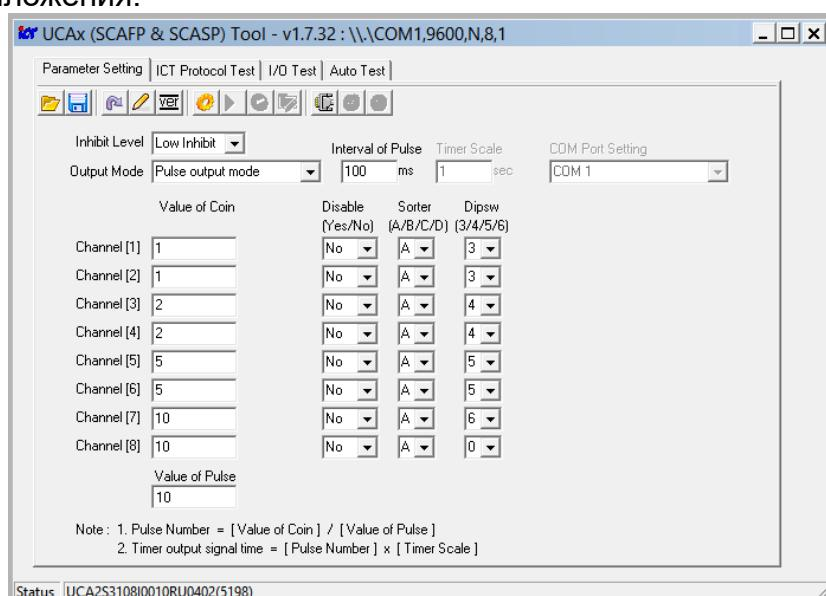

Рисунок 32. Внешний вид окна программы с установленными настройками (приведен пример конфигурации на прием суммы 10 рублей)
- На ПК установите и запустите приложение для настройки параметров картоприемника «***UCAx Tools***». Внешний вид окна приложения показан на рис. 32, связь с монетоприемником устанавливается автоматически сразу после запуска приложения.
- нажмите кнопку  **Read current version from UCA1**, в строке **Status** будет показана текущая версия ПО – например, *UCA2S3801I0010(5198)* (см. рис. 32);
- в таблице в столбцах **Value of Coin**, **Disable**, **Sorter**, **Dipsw** установите для каналов монетоприемника (от 1-го до 8-го) номиналы монет и соответствующие им параметры, как показано на рис. 32.
5. В поле **Value of Pulse** введите сумму, которую необходимо внести пользователю для прохода (на рис. 32 показан пример суммы в 10 рублей).